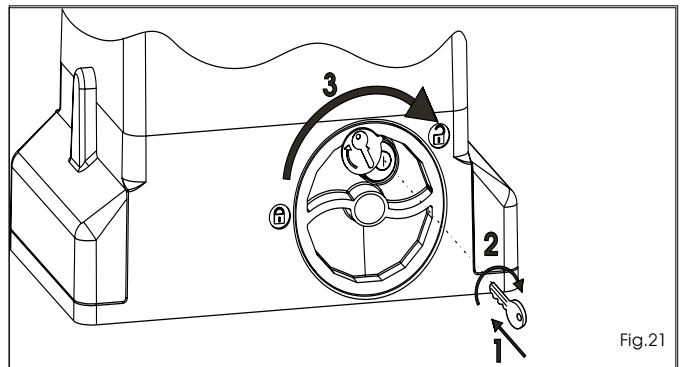

Fig. 21
- 1) Steek de speciale bijgeleverde sleutel erin en draai hem met de wijzers van de klok mee zoals aangegeven in Fig. 21 ref. 1 en 2.
- 2) Draai het ontgrendelingsysteem met de wijzers van de klok mee tot aan de mechanische aanslag, Fig. 21 ref.3.